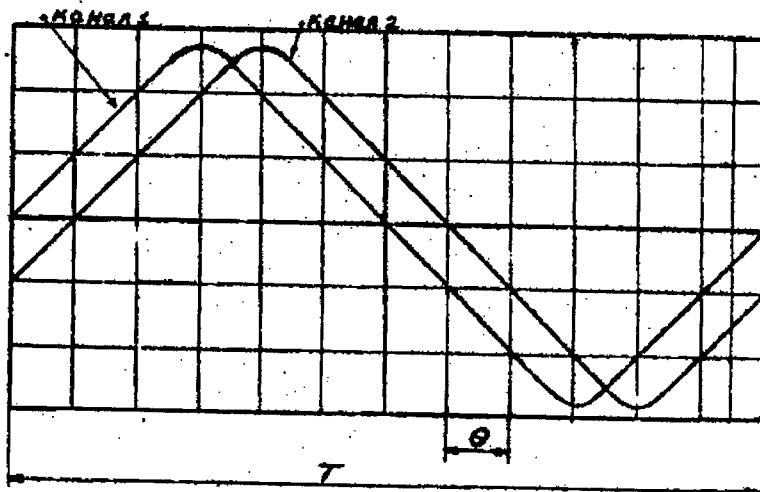

Рис.1. Измерение разности фаз
- ручкой "плавно А" установить период опорного сигнала точно на 9 делений по горизонтали (рис.1). Каждое из делений шкалы соответствует 40 градусам цикла ($360^\circ : 9 = 40^\circ$). Это фазовый коэффициент;